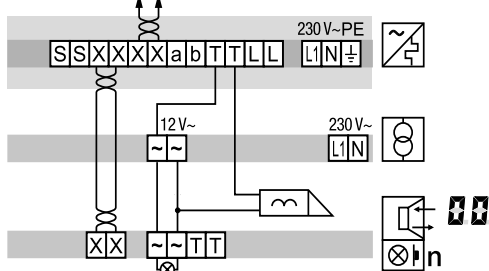

Bild 9: Anschluss der Türstation mit manipulationsgeschütztem Türöffner
- Bei manipulationsgeschützter Installation den Türöffner an den Kontakt der **Strangversorgung** anschließen (Bild 9).